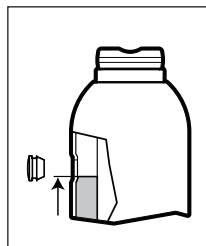
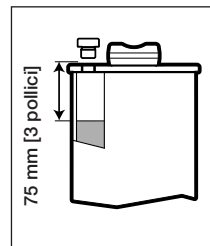

Fig. 6 - Livello dell'olio, Tutti i modelli ad eccezione del GBJ-100
Fig. 7 - Livello dell'olio, Solo per il modello GBJ-100
- Tutti i modelli ad eccezione del GBJ-100: Riempire di olio fino a che raggiunga il bordo inferiore del foro di riempimento. Vedere la Fig. 6.
- Solo per il modello GBJ-100: Riempire fino a che l'olio sia di circa 3 pollici [75 mm] sotto al foro di riempimento. Vedere la Fig. 7.
**ATTENZIONE: NON RIEMPIRE TROPPO!** Con il pistone completamente rientrato ed il martinetto in posizione verticale, il livello dell'olio non dovrebbe essere più alto di quello mostrato in Fig. 6 oppure in Fig. 7 (a seconda del vostro modello di martinetto).